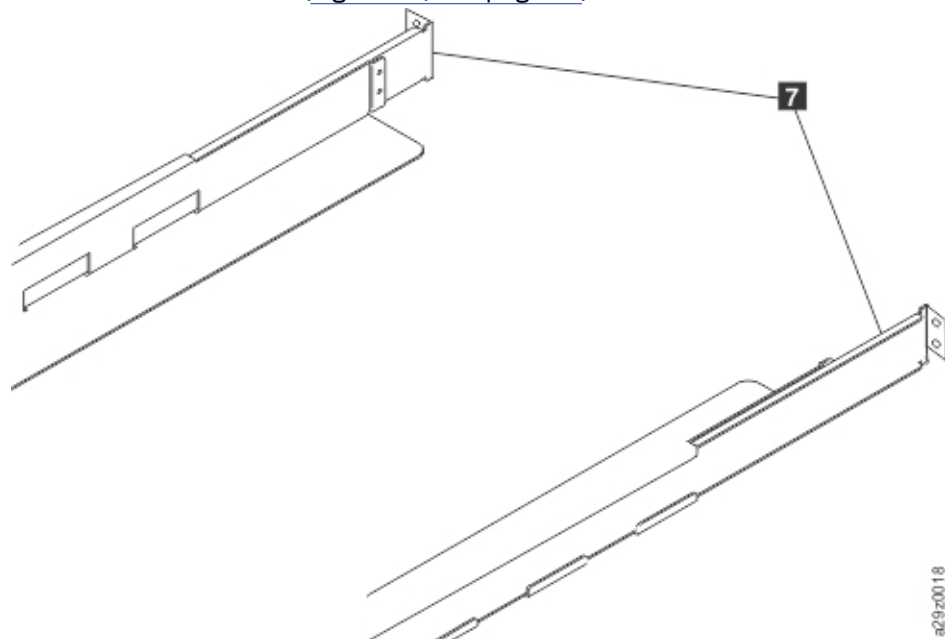

Figure 13. Constitution des guides
6. Insérez les glissières arrière **7** de l'arrière vers l'avant pour monter les jeux de glissières. Vérifiez que les trous de vis sont vers l'extérieur (Figure 13, à la page 26).